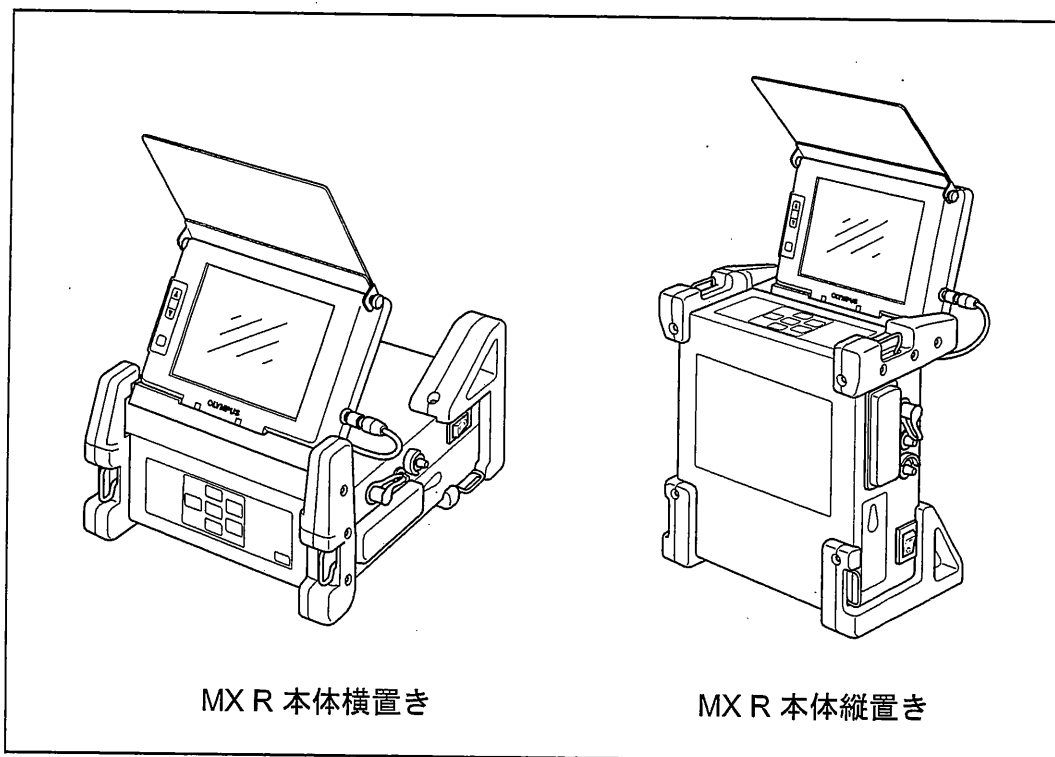

図 3.5
1. IPLEX MX R 本体を、平らな場所に、がたつかないように置いてください。本体は横置きと縦置きの2方向に置くことができます（図 3.5 参照）。